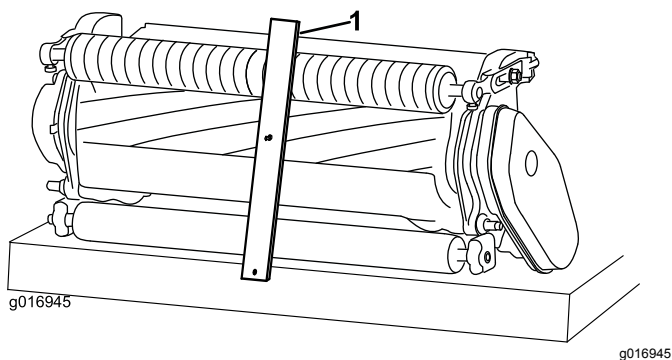

Рисунок 15
2. Зацепите головку винта мерной планки регулировки высоты скашивания за правую сторону режущей кромки неподвижного ножа и приложите задний конец планки к задней части валика (Рисунок 15).